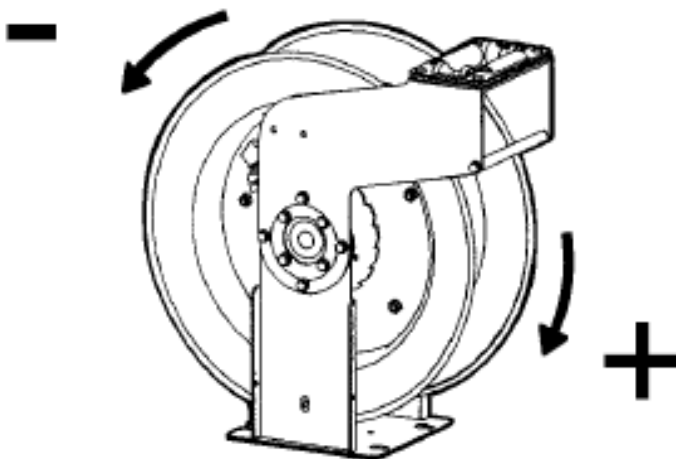

Fig. 6
5. Rotate the reel either to increase or decrease the tension (figure 6).
5. Faire tourner la bobine pour augmenter ou diminuer la tension du ressort. (voir la Figure 6).
4. Roter trumman för att antingen spärra eller släppa på fjäderns spänning. (fig. 6).